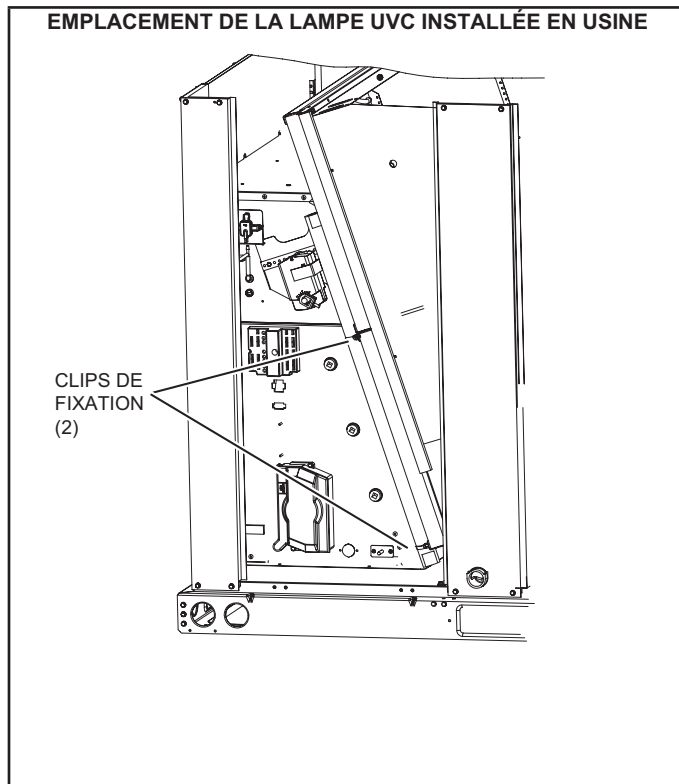

FIGURE 47
- 1 - Coupez les serre-fils et retirez la lampe UVC attachée au porte-filtre. Reportez-vous à la FIGURE 47.